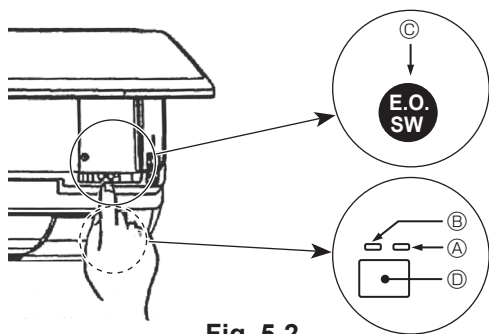

Fig. 5-2
- [Fig. 5-2] А Лампа DEFROST/STAND BY (ОТТАИВАНИЕ/ОЖИДАНИЕ) (ОРАНЖЕВЫЙ)